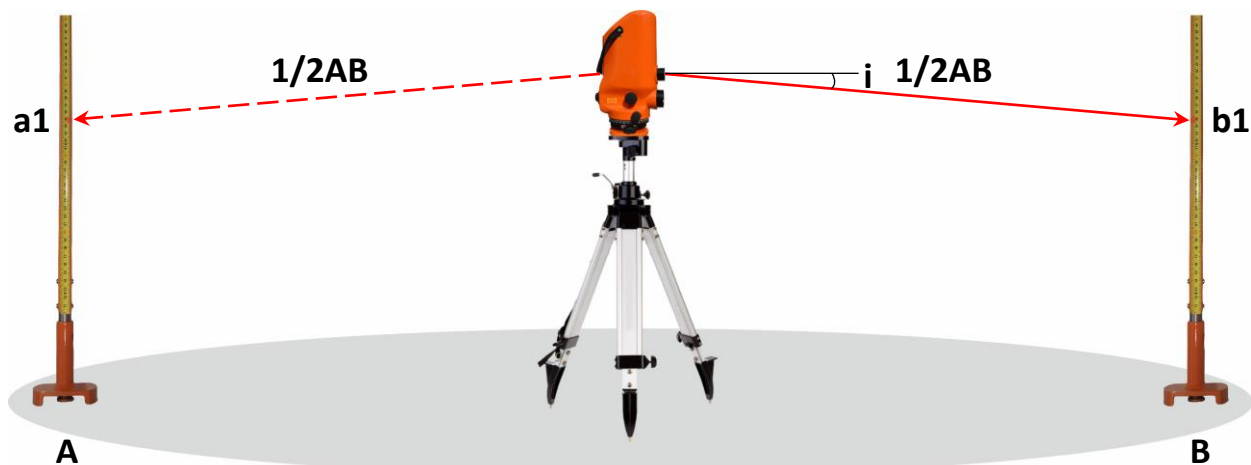

Рисунок 3
1) Установите нивелир в створе двух реек с точностью 1м посередине между ними. Расстояние между рейками $20 \div 40$ м. Отгоризонтируйте нивелир. Наведите луч лазера на одну рейку и возьмите отсчет a_1 , и наведите луч лазера на вторую рейку и возьмите отсчет b_1 . (Рисунок 3)